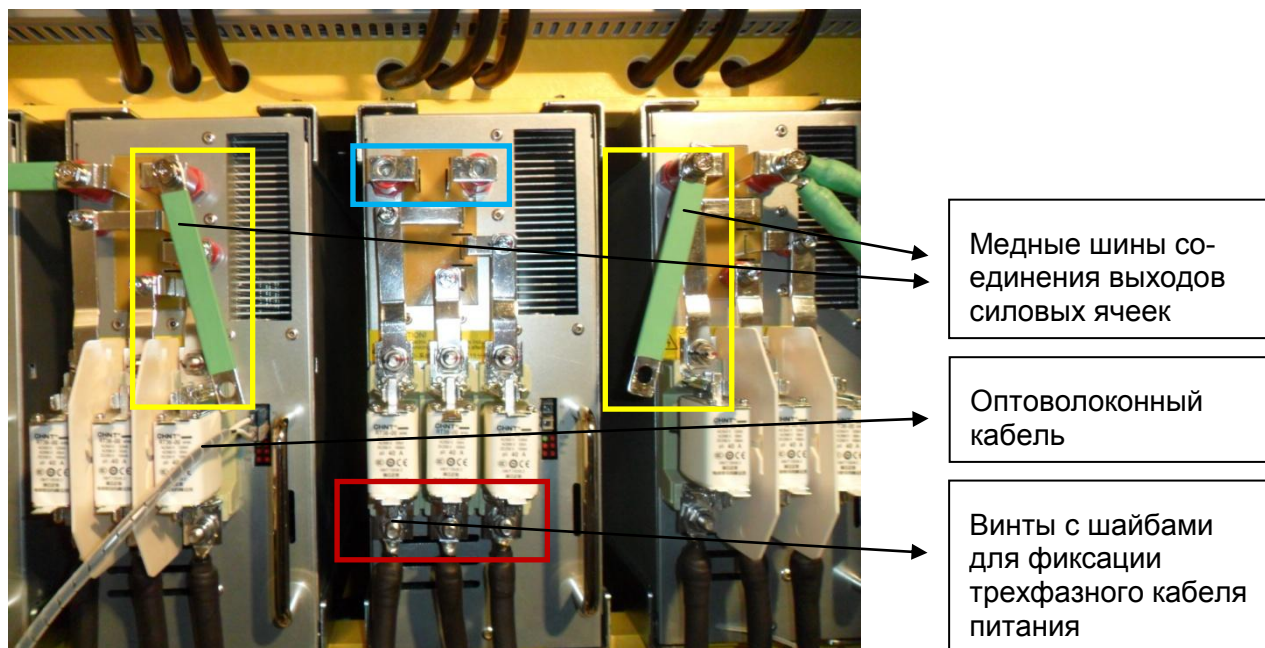

Рис. 10-15 Замена силовой ячейки – 1
- Отсоедините оптоволоконные кабели. Используйте накидной динамометрический ключ М13 для отворачивания винтов соединения медных шин с двух сторон силовой ячейки и винтов крепления трех входных фазных кабелей (Рис. 10-15). Сохраните винты.